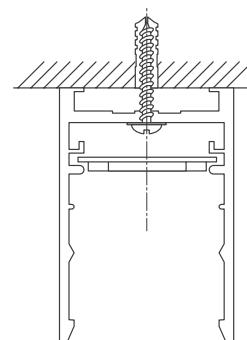

Рис. 2. Установка шинопровода на поверхность
- 3.1. Закрепите шинопровод винтами из комплекта поставки к поверхности как показано на рис. 2. Для этого в шинопроводе имеются отверстия.